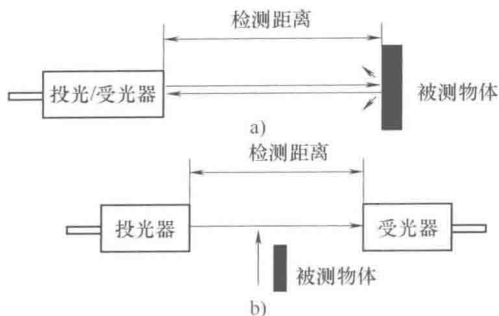

图 3-142 光纤传感器的应用说明
3) 光纤传感器，相比于接近开关，光纤传感器的位置检测性能更加优越，对检测对象（如材质）几乎没有限制，但价格高昂，放大器（如基恩士品牌）也需要千余元，而接近开关一般只需要数百元。按光介质传播的不同可分为对射型和反射型，二者各有优缺点。反射型：安装方便，但受颜色、角度、表面状况、背景颜色和振动影响，检测距离短，位置精度也不高，只须在一处配线，无须反射板，有投光/受光两个透镜；对射型：具有优秀的有无、到位判断能力，可以忽略工件颜色、角度、振动的影响，检测距离较长，投光器、受光器两者都需要。多数情况用反射型即可，应用说明如图 3-142 所示，应用案例如图 3-143 所示。